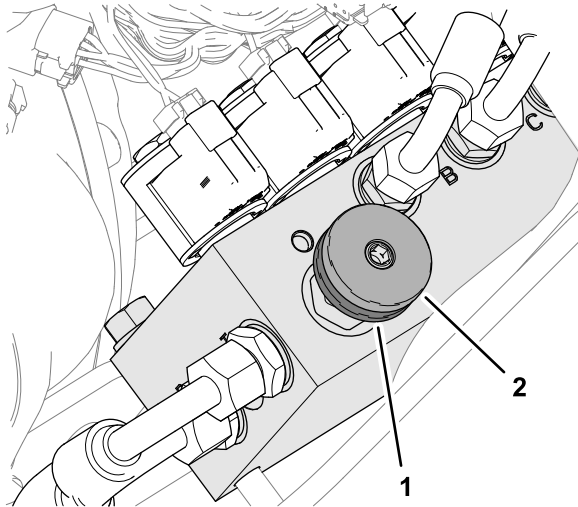

Figura 37
Para activar la transferencia de peso: Puede variarse la cantidad de peso transferida dependiendo de las condiciones de trabajo, girando la rueda de transferencia manual de peso (Figura 37):
1. Afloje la contratuerca de la válvula $\frac{1}{2}$ vuelta en sentido antihorario y sujétela en esa posición (Figura 37).
2. Gire la rueda manual de la válvula (Figura 37) en sentido antihorario para reducir la transferencia de peso o en sentido horario para aumentar la transferencia de peso.